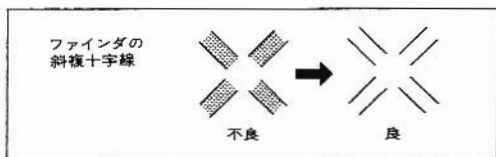

図25
①視度補正を行います。
- ファインダ使用の場合は、ファインダの視度補正環を回し、ピントガラス中央の斜複十字線が、2本に分かれてはっきり見えるように調節します。(図25)